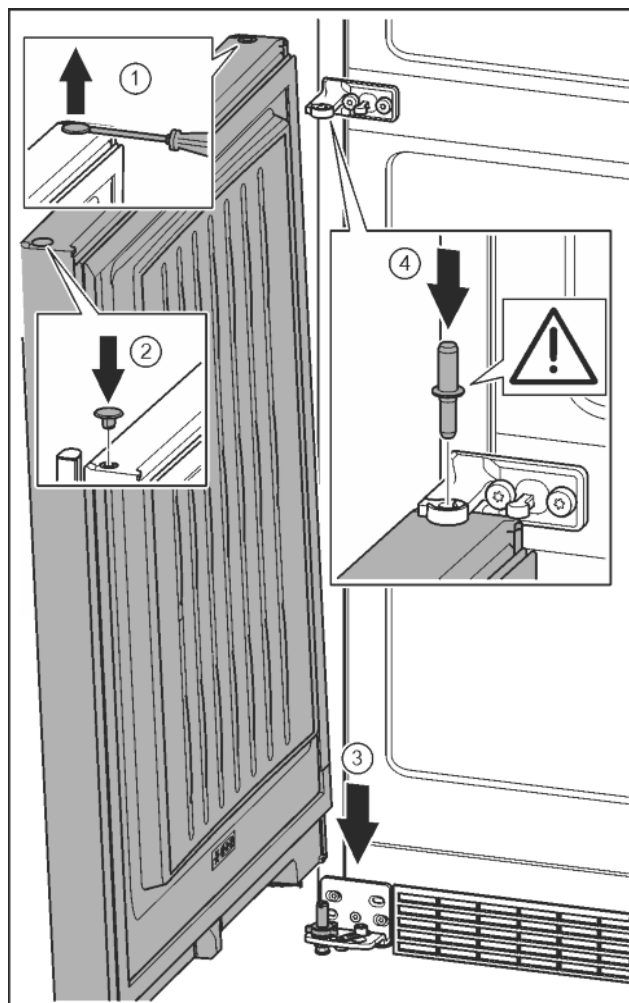

Fig. 22
- ▶ Zatyczkę ostrożnie podważyć przy pomocy śrubokręta i wyjąć. *Fig. 22 (1)*
- ▶ Zatyczkę założyć ponownie z drugiej strony drzwi. *Fig. 22 (2)*
- ▶ Założyć drzwi od góry na dolny sworzeń zawiasu. *Fig. 22 (3)*
- ▶ Przełożyć środkowy sworzeń zawiasu przez środkową płytkę zawiasu, wkładając go w dolne drzwi. Przy tym zwrócić uwagę, by krzywka zatraskowa wskazywała do tyłu. *Fig. 22 (4)*